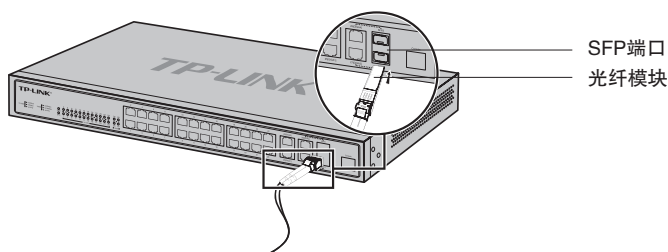

图3-2 SFP端口连接示意图
2. 连接时确认光纤模块的Rx和Tx口，将光纤的一端对应插入Rx和Tx口，光纤的另一端连接到另一设备，如图3-2所示；